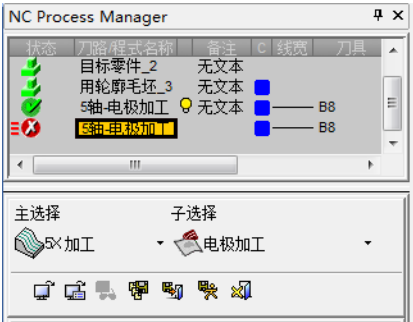

图 5-20 “NC Process Manager”对话框（2）
1) 创建程序。单击“加工向导”工具栏上的“加工程序”按钮，弹出“NC Process Manager”对话框（2），“主选择”为“5X 加工”，“子选择”为“电极加工”，如图 5-20 所示。